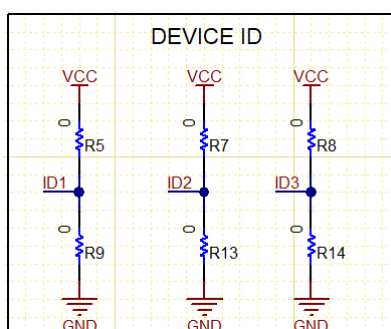

图 7-1. 器件 ID 电阻器
4. EVM 使用电阻器组合来识别电路板上安装的器件。图 7-1 显示了用于器件识别的电阻器。MCU 读取 ID1、ID2 和 ID3 的值以确定 EVM 上安装的器件。根据电路板上的器件，固件的功能略有不同。支持的每个器件都具有唯一的 ID1、ID2 和 ID3 值，这些值由 R5、R7、R8、R9、R13 和 R14 设置。安装新器件后，请确保安装适当的电阻器。表 7-2 列出了每种支持器件对应的唯一器件 ID，以及需要安装的电阻组合。